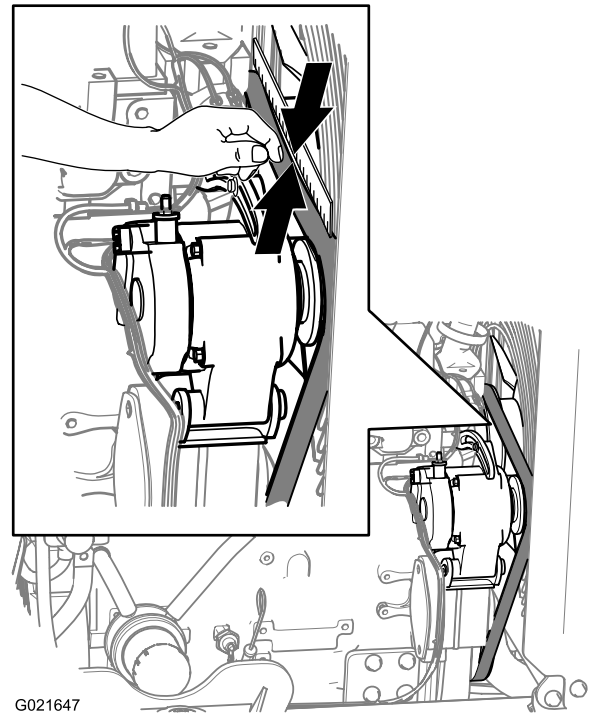

Figura 144
3. Inspeccione la correa en busca de cortes, grietas, hilos sueltos, grasa o aceite, y compruebe que no está torcida ni muestra señales de desgaste anormal (Figura 144).
3. Coloque una regla sobre la correa de transmisión y sobre las poleas, según se muestra en la Figura 144.
4. Presione hacia abajo sobre la correa en el punto intermedio entre la polea del ventilador y la polea del alternador, según se muestra en la Figura 144.